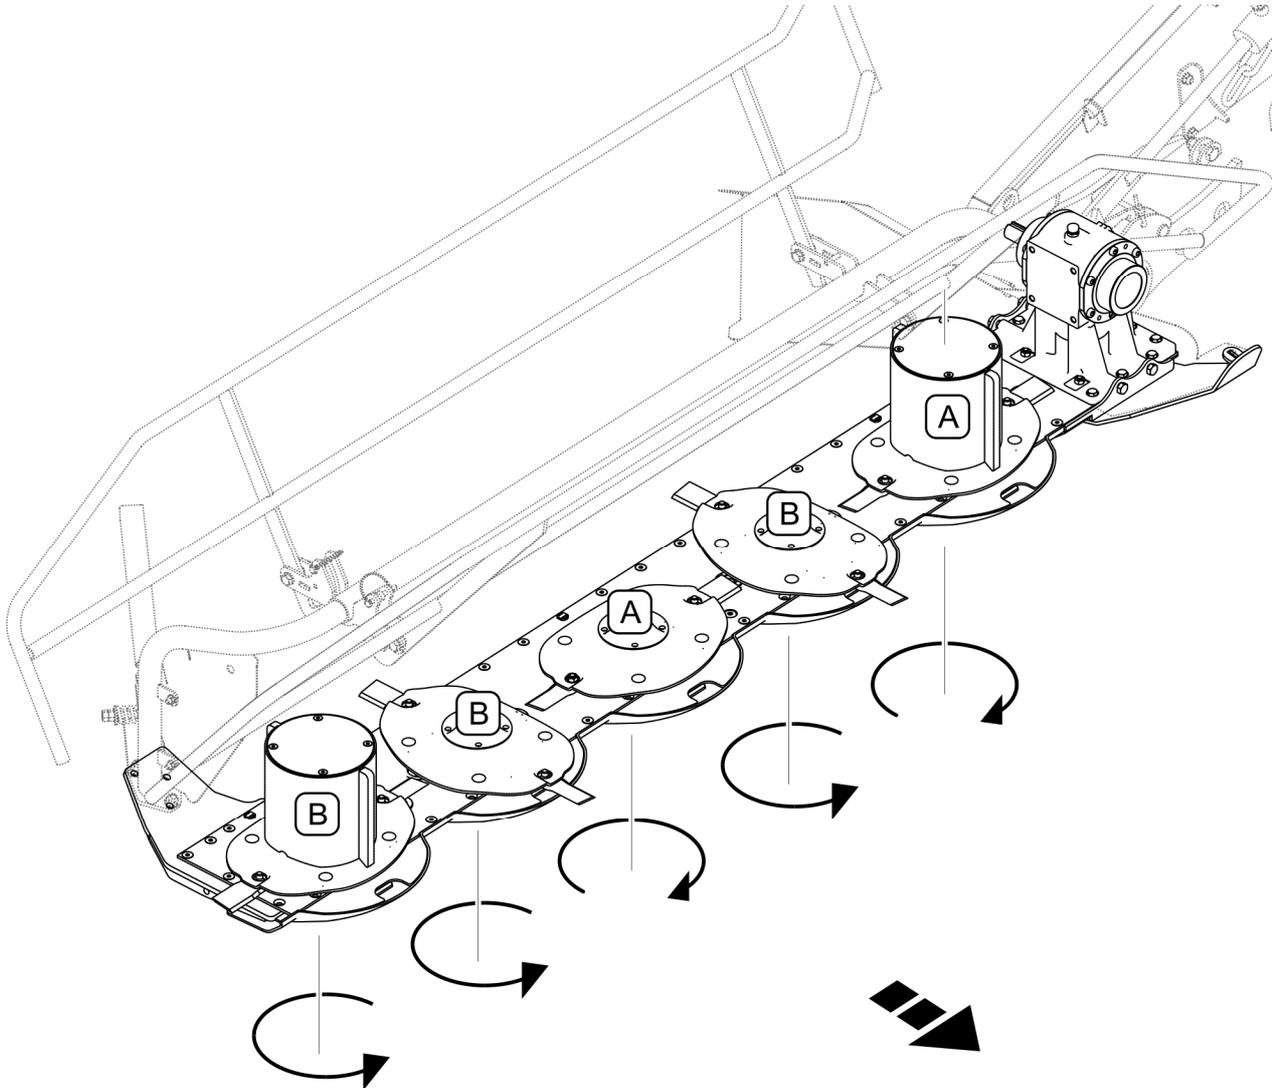

FIGURE 5.2 Type de couteaux en fonction du sens de rotation des disques de coupe
En raison du sens de rotation différent des disques de coupe (FIGURE 5.2), la lamier est équipée de couteaux droit (A) et gauche (B). Le sens de rotation est indiqué sur le couteau.